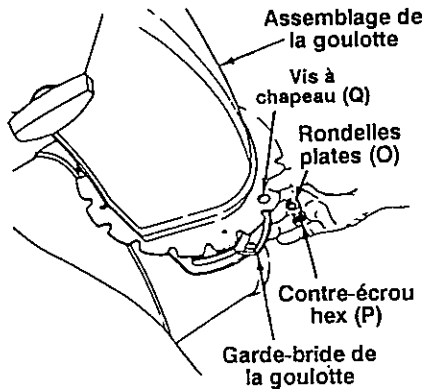

FIGURE 7
- Faites passer les vis à chapeau à six pans (Q) à travers les taquets de bride et la goulotte, comme à la figure 7. Maintenez en place avec des